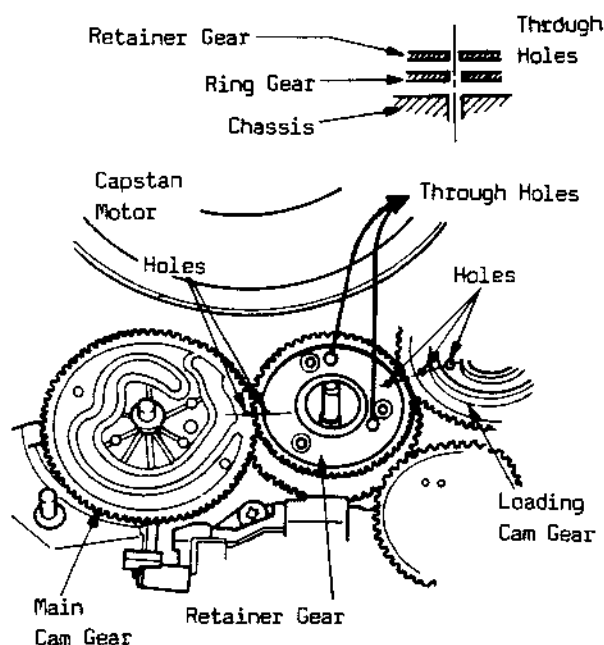

Fig.4-6
- Das Zwischenfahrads Pos. 114(2) so auf dem Kranzfahrrad montieren, daß das Loch im Zwischenfahrads genau auf einer Linie mit dem Loch in der Steuerscheibe liegt. Jetzt liegt dieses Loch auch genau auf einer Linie mit dem Loch im Kranzfahrrad. Gleichzeitig fluchtet ein anderes Loch im Zwischenfahrads mit dem Loch im Einfädelnockenfahrads, siehe Fig. 4-6.